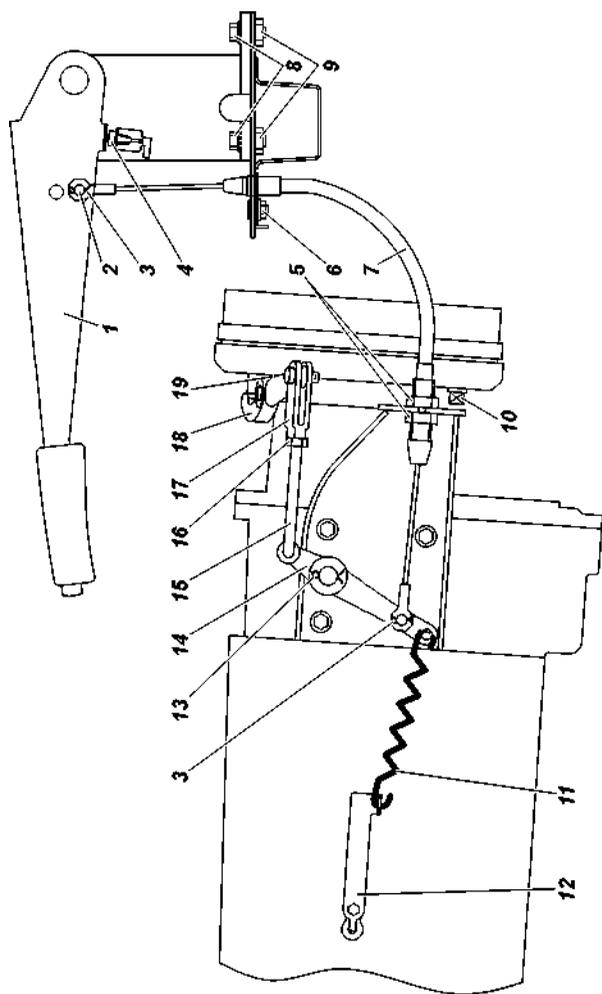

Рис. 9.27. Привод стояночного тормоза трансмиссионный:
**Трансмиссионный стояночный тормоз**, действующий на трансмиссию (рис. 9.27).
2. Переместите рычаг стояночного тормоза 1 (рис. 9.27) в крайнее нижнее положение.